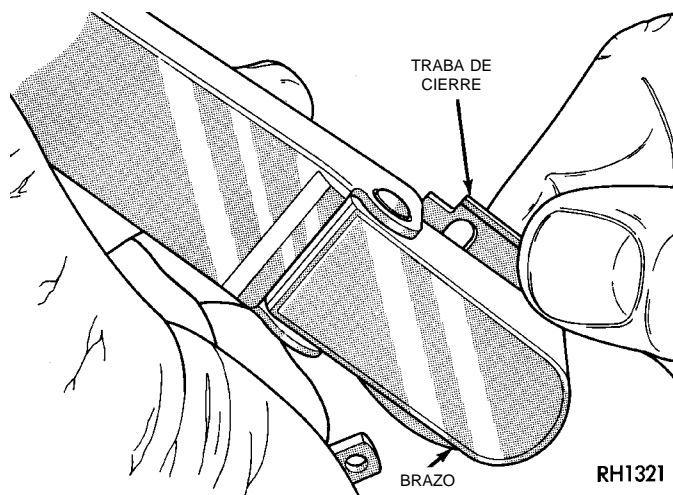

Fig. 5 Desmontaje/instalación del brazo del limpiaparabrisas
(1) Abra el capó del vehículo.
(2) Eleve el brazo del limpiaparabrisas para permitir que la traba esté en su posición de montaje. Después suelte el brazo (Fig. 5). El brazo permanecerá separado del parabrisas con la traba en esa posición.
(3) Retire el brazo del pivote con un movimiento de balanceo.